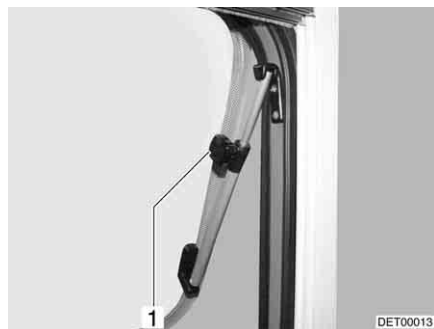

Fig. 75 Fenêtre projetante avec bras pivotant
- Ouvrir la fenêtre projetante jusqu'à la position voulue et la bloquer avec la molette (Fig. 75,1).
- Tourner la molette (Fig. 75,1) jusqu'à ce que le dispositif de blocage soit libéré.